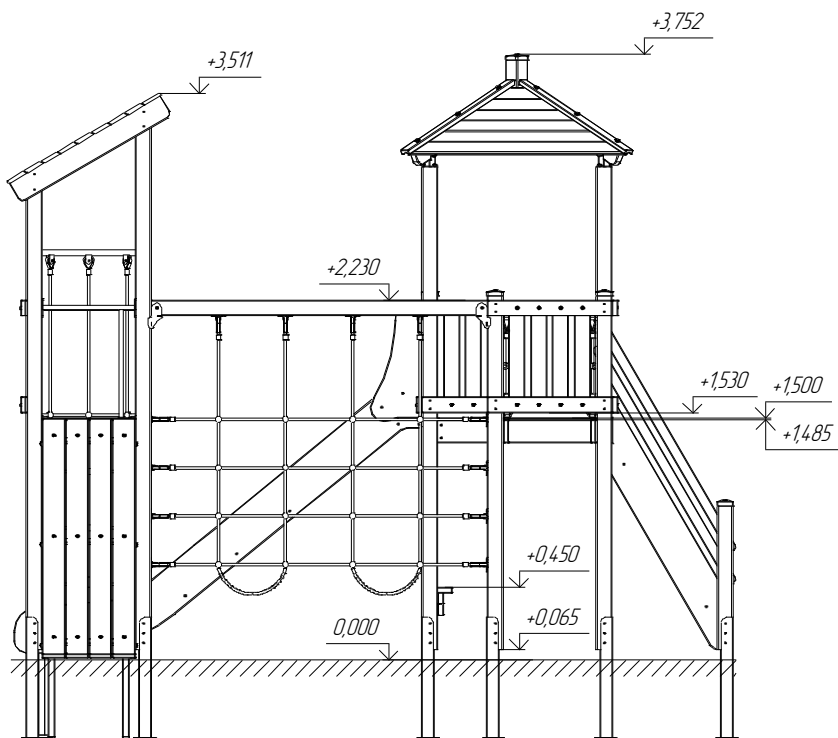

Рис.5. Схема высот 1.
3. Соберите каркас из досок (поз.35-37,40,41) с помощью саморезов 6х120 (12 шт.) и закрепите на высоте 1485 мм, указанной на рис.5 с помощью саморезов 6х90, шайб 8 и составных колпачков 8 (по 12 шт.). Затем установите доску 38 с помощью болтов мебельных М8х60 и гаек Эриксона М8 (по 2 шт.).
4. Соберите два каркаса из досок (поз.33,34) с помощью саморезов 6х120 (16 шт.) и закрепите на высоте 1485 мм, указанной на рис.5 с помощью саморезов 6х90, шайб 8 и составных колпачков 8 (по 16 шт.).